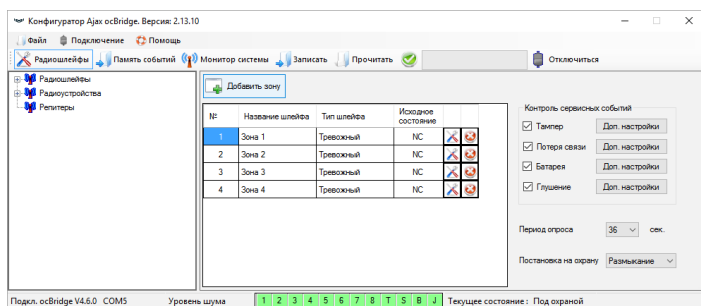

РИС. 11. Вкладка «Радиослейфы»
5.4. Во вкладке «Радиослейфы» (РИС. 11) можно создать необходимые охранные зоны и добавить в них датчики и устройства (см. п. 4.2.), а также настроить дополнительные параметры работы датчиков, устройств и зон (см. п. 6.4. – 6.6.).